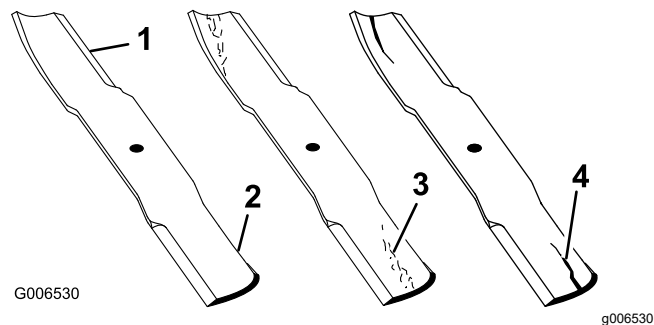

Figura 57
1. Inspeccione los filos de corte (Figura 57).
4. Si observa fisuras, desgaste o la formación de una ranura en esta zona, instale de inmediato una cuchilla nueva (Figura 57).